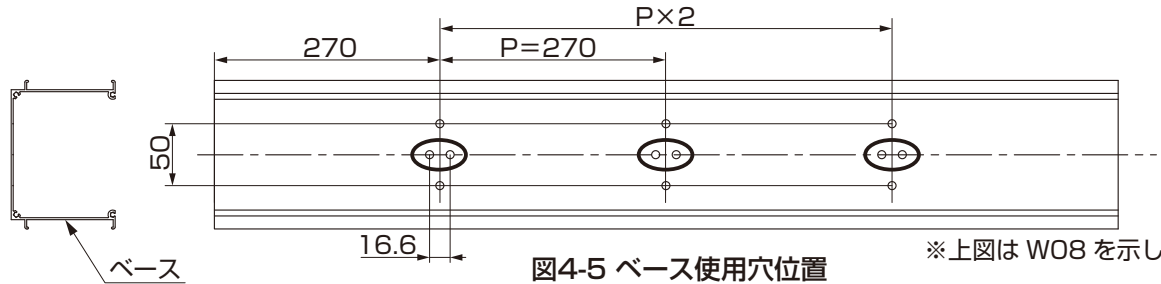

図4-5 ベース使用穴位置 ※上図は W08 を示します
- ① 水糸などを使用して壁の中心とベースの中心V溝を合わせ、壁にベース使用穴位置の印をつけてください。(図4-5参照)